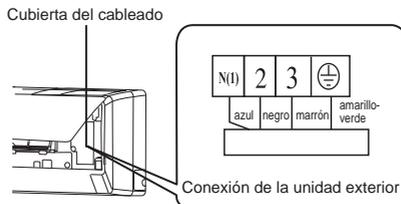

Imagen 6
2. Retire la cubierta del cableado (imagen 6).